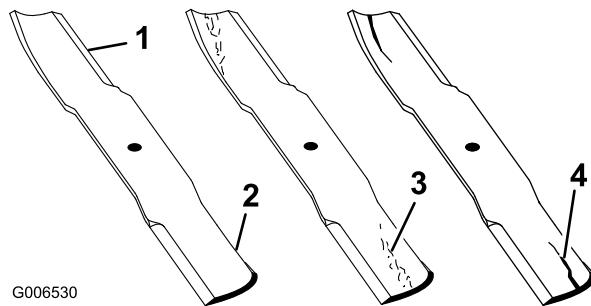

Figura 51
1. Inspeccione as extremidades de corte (Figura 51). Se as extremidades não estiverem afiadas ou estiverem amolgadas retire e afie as lâminas; consultar Afiar as lâminas
2. Inspeccione as lâminas, especialmente a área em curva (Figura 51). Se verificar quaisquer danos, desgaste, ou a formação de ranhuras nesta área (item 3 em Figura 51), instale imediatamente uma lâmina nova.